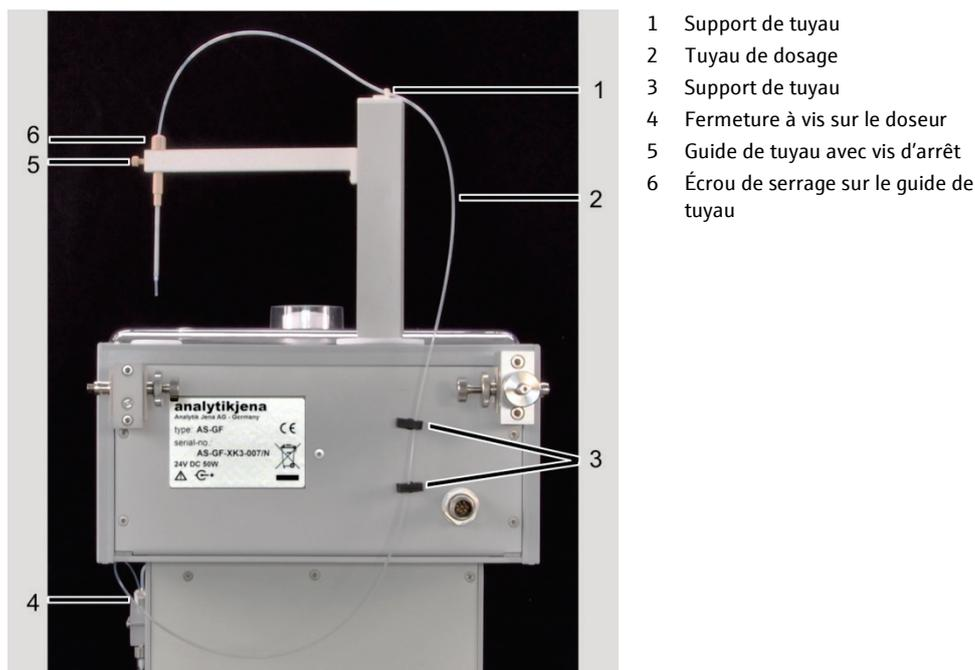

Fig. 68 Tuyau de dosage sur l'AS-GF
1. Desserrer l'écrou de serrage sur le guide de tuyau (6, Fig. 68) et retirer par le haut le tuyau de dosage.
1. Desserrer l'écrou de serrage sur le guide de tuyau (6, Fig. 68) et retirer le tuyau. Retirer le tuyau des supports de tuyau sur le bras de prélèvement et à l'arrière du passeur d'échantillon (1 et 3, Fig. 68).
2. Desserrer la fermeture à vis sur la vanne en T du doseur (4, Fig. 68).